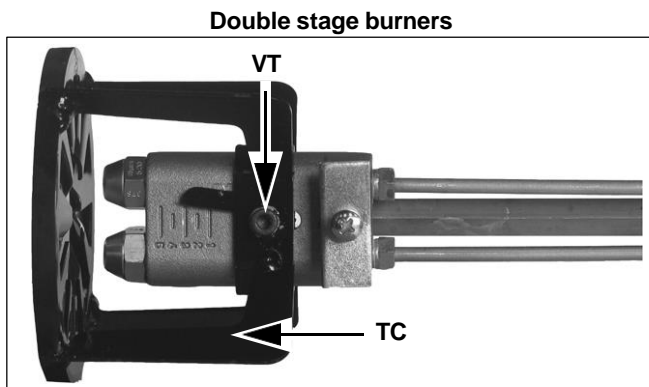
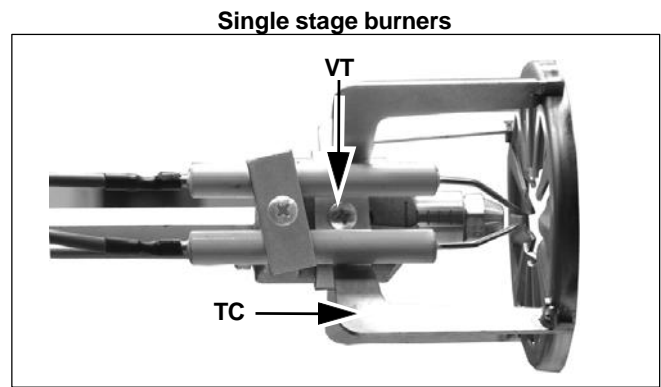

Fig. 51
Fig. 52
- Lösen Sie die Inbusschraube VT und entfernen Sie den Verbrennungskopf TC (wie in Abb. 51 bis Abb. 52 gezeigt).